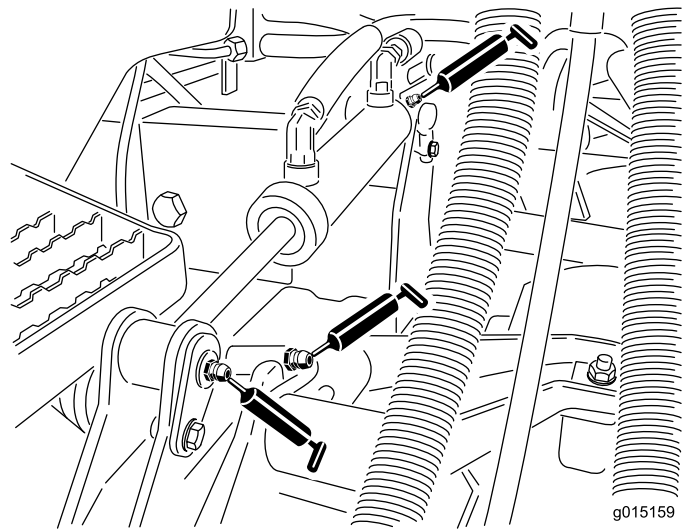

Figura 52
- Boccole (2 per piatto di taglio) del braccio di sollevamento (Figura 52).
- Boccole (1 per piatto di taglio) del braccio di sollevamento (Figura 52).